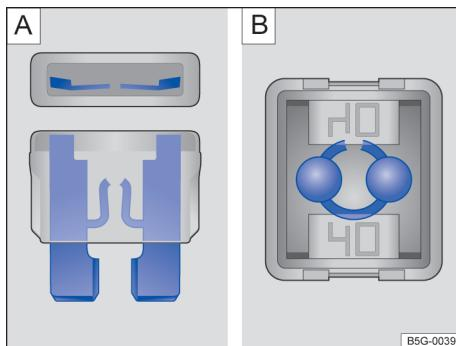

Fig. 170 Fusível queimado: **A**: fusível plano, **B**: fusível de bloqueio. B5G-0039
- Um *fusível plano (ATO[®], MINI[®])* queimado é reconhecido de cima ou de lado pela carcaça transparente nas faixas metálicas derretidas → Fig. 170 A.
- Um *fusível de bloqueio (JCASE[®])* queimado é reconhecido pelas faixas metálicas derretidas por cima da carcaça transparente → Fig. 170 B.